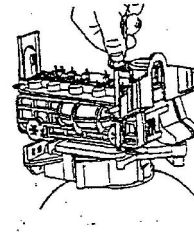

Рис. 19
9. Чтобы снять клапан, выверните замыкающую вилку, Рис.19.